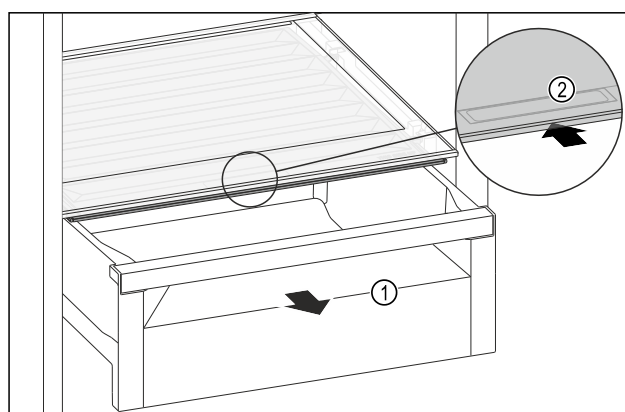

Fig. 201
- ▶ 拉出抽屉 Fig. 201 (1)。
- ▶ 抓住抽屉盖上的内嵌式拉手 Fig. 201 (2)，并同时向后推入抽屉盖。